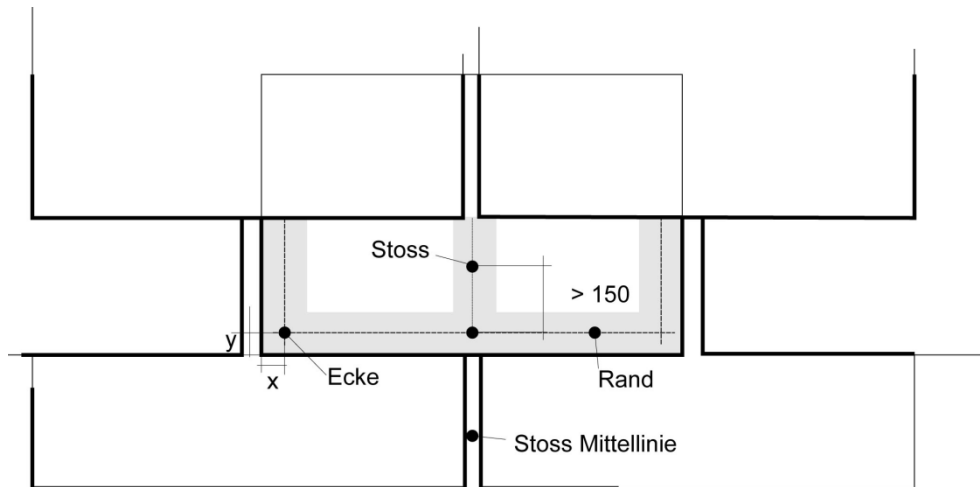

Abbildung 2 Beschussorte im Grundriss bei Naturstein mit schieferartiger Verlegeart ($x = y = 1/5$ Projektildurchmesser, Masse in Millimeter)
- Natursteinschiefer, Verlegeart überlappend (Abbildung 2)
Der Natursteinschiefer wird im unteren Teil, welcher nicht durch die Nachbarschiefer abgedeckt ist, geprüft. Es werden folgende Orte beschossen (Abbildung 2):